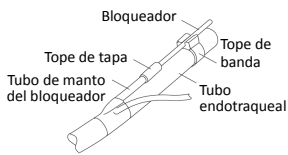

Fig.7
5. Gire al paciente de lado, compruebe la posición del manguito del bloqueador bajo broncoscopia, y fije el eje bloqueador en el tubo endotraqueal utilizando el tope de banda (Fig. 7).
2. Encaje el bloqueador en el tope de la banda del tubo endotraqueal (Fig. 7).